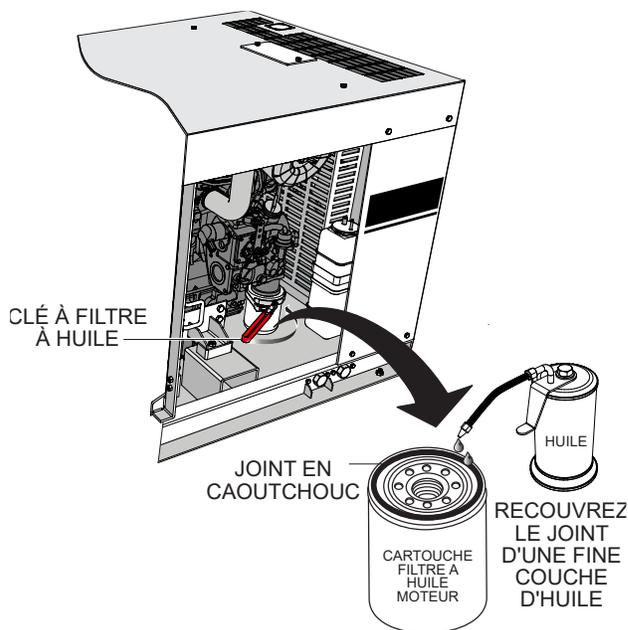

Figure 28. Cartouche de filtre à huile
2. Enduisez le joint du filtre à huile (Figure 28) with clean engine oil. d'huile moteur propre.